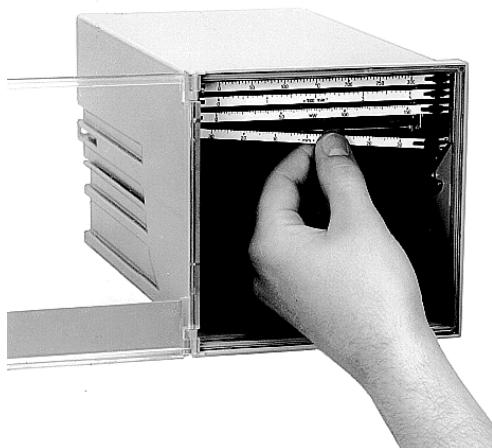

Bild 18 Skalen auswechseln
3.2 Skalen auswechseln (siehe Bild 18)